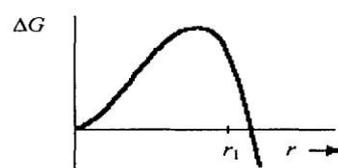

Рис. 14
**43. На рис. 14 представлено изменение энергии Гиббса при образовании зародышей кристалла. Возможен ли рост кристалла из зародыша размером  $r_1$  ?**